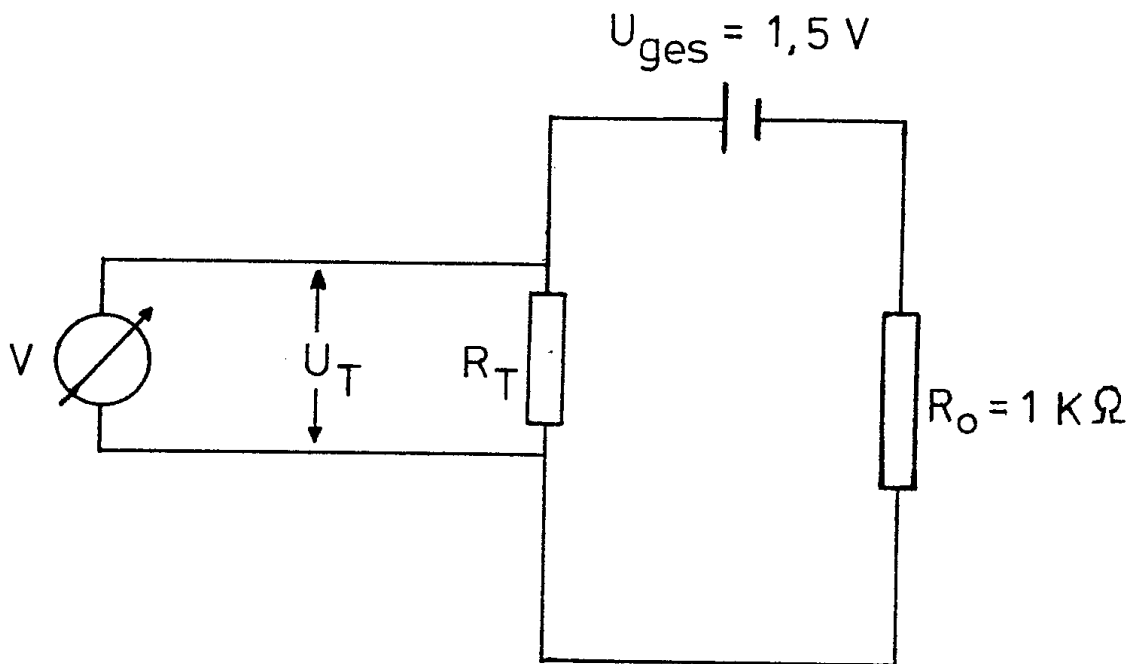

Abb. 3: Schaltbild zur Temperaturmessung mit einem NTC-Widerstand
- 4) Wiederholen Sie 2) und 3) entsprechend für die Temperaturmessungen mit dem Halbleiter (s. Abb. 3) und dem Platinwiderstand (entsprechend).